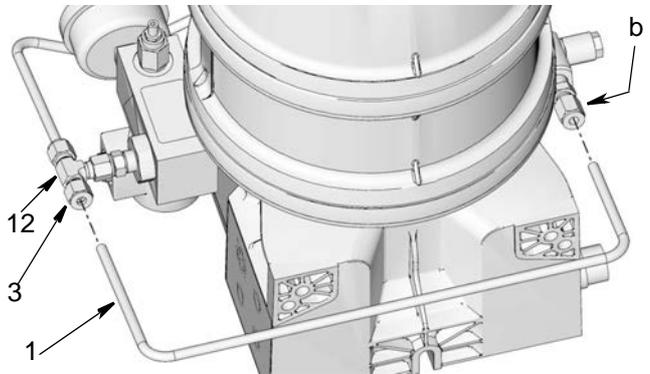

FIG. 19
- Placer le tuyau (1) autour du côté arrière de la pompe G3 entre le raccordement banjo (b) situé sur le côté droit de la pompe G3 et le raccord en T (12) situé sur le côté gauche de la pompe G3 (vue de face) tel qu'illustré dans FIG. 19.